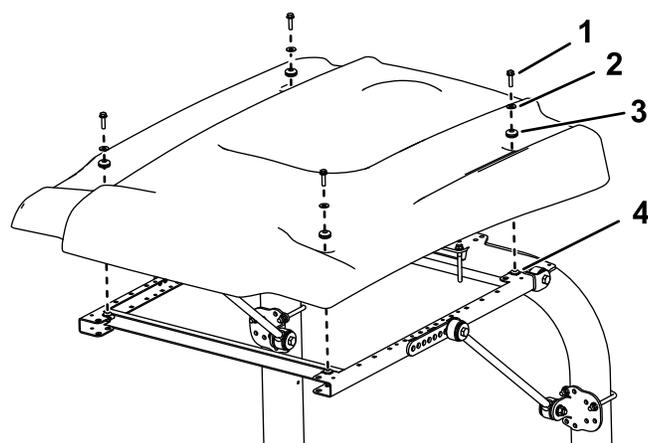

図 19
14. 図 19 に示すようにサンシェードをフレームに載せて、取り付け穴を整列させる。
15. サンシェードの各コーナー部をフレームに仮止めするフランジヘッドボルト 5/16 x 1 1/4" 1本、小さいワッシャ1枚、ハトメ 1 個を使用する図 19。